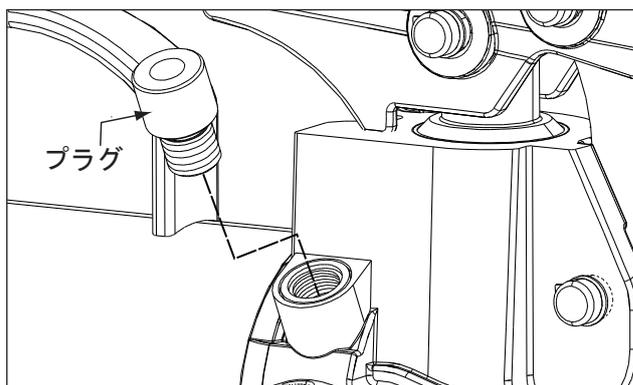

図13: リリーフ弁 (P-77, P77-ALH, P-80, P-801, P-84)
- ・モデルP-77, P77-ALH, P-80, P-801, P-84では、リリーフ弁がポンプヘッドの側面に配置されています。図13を参照してください。